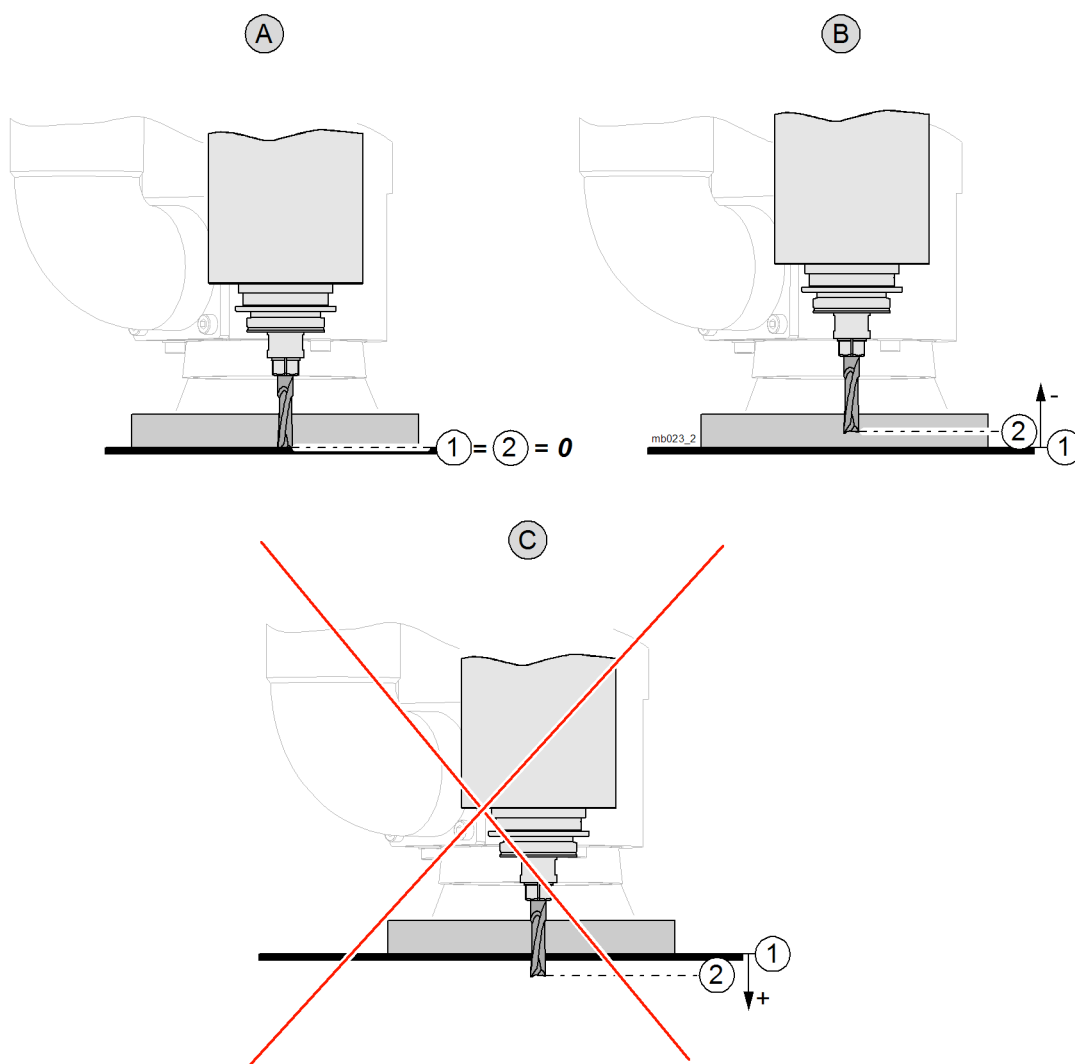

Abb. 20 Impostazione della posizione bassa
- se si perfora il materiale ("Abb. 20, Impostazione della posizione bassa", voce A), il valore è automaticamente *0*.
- se si erode solo il materiale ("Abb. 20, Impostazione della posizione bassa", voce B), il valore è ad esempio *-5* mm (spessore del materiale 10 mm - 5 mm di profondità di lavorazione)